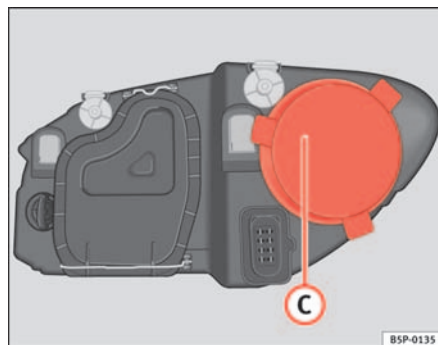

Fig. 177 Máximos
- Retirar a tampa ⇒ fig. 177 C, puxando-a.